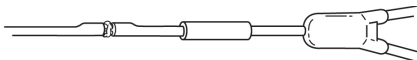

Fig. 6
6. Aplique adesivo na junção. (Fig. 6)